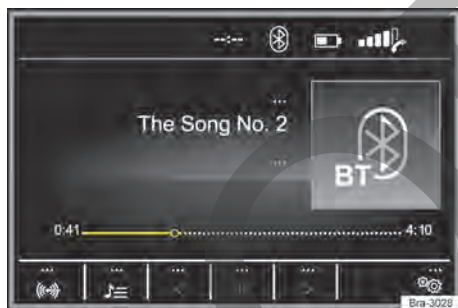
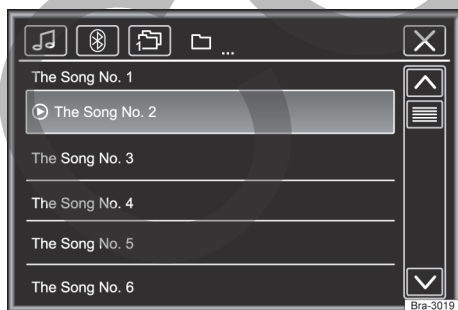

Fig. 138 Menú principal de medios.
Fig. 139 Operación de la radio: lista de estaciones.
Las fuentes de medios que se reproducen actualmente se exhiben en el botón de función en la parte inferior izquierda → fig. 138.
Legenda para → fig. 138 y → fig. 139:
- Presionar la tecla **MEDIA** para abrir el menú principal **MEDIA** → fig. 138.
Leyenda para → fig. 138 y → fig. 139: